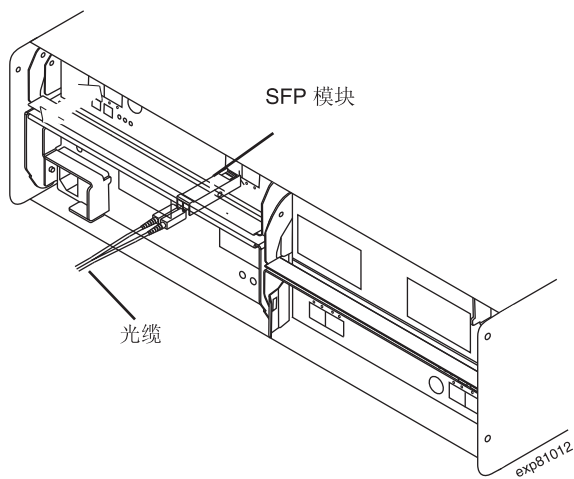

图 27. 安装 SFP 模块并将 LC-LC 电缆连接到 EXP520
3. 如图 27 中所示, 将 SFP 模块安装到 EXP520 后部的 SFP 端口中; 然后将 LC-LC 电缆的另一端连接到 SFP 模块。